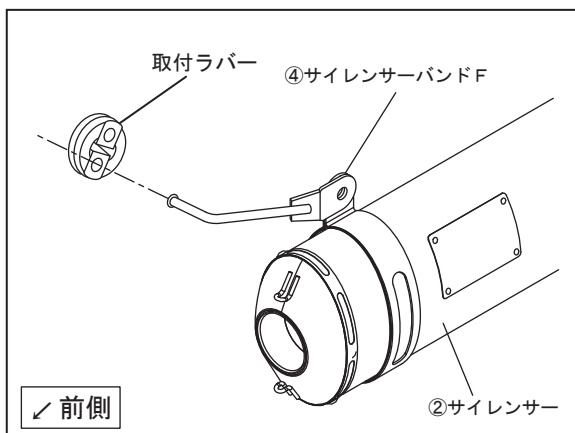

FIG. 2
5. サイレンサーバンドF/Rのハンガーをそれぞれ純正サイレンサーを取り付けていた車体側のラバーに通して車両に取り付けて下さい。(FIG. 2, 3 参照)